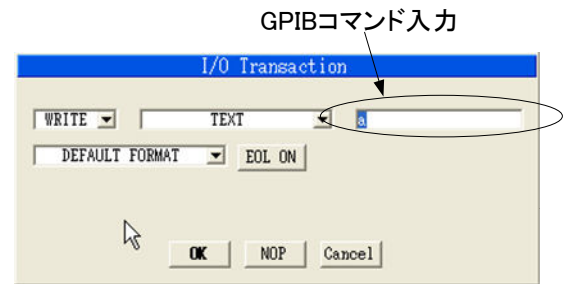

図5-5 ”I/O Transaction”ウィンドウ
- (4) <Double-Click to Add Transaction>をダブルクリックすると、図5-5の”I/O Transaction”ウィンドウが開く。
- (5) ここで”I/O Transaction”ウィンドウの内容について説明する。ここでは選択した測定器に対して、